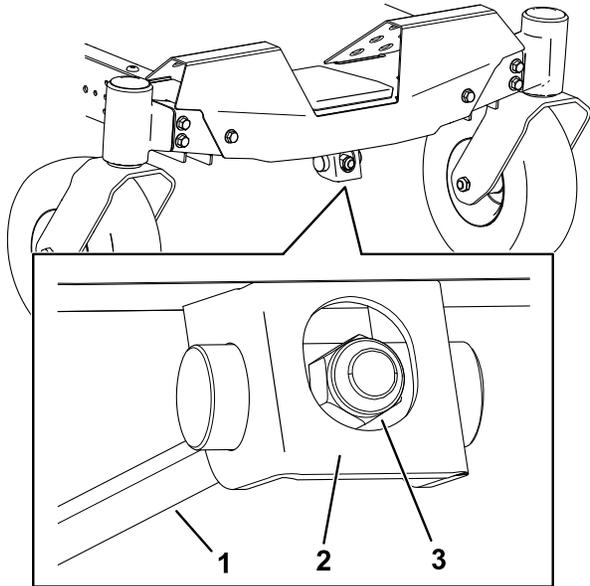

Рисунок 68
1. Поверните регулировочную гайку в передней части газонокосилки (Рисунок 68).